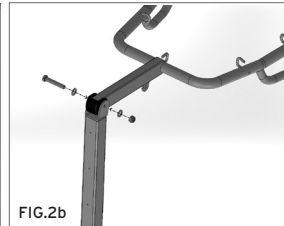

FIG.2b
4. Unir el brazo a la columna utilizando los tornillos en dotación. (Fig. 2b)